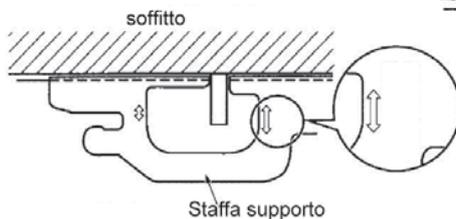

Fig. 6
- d. Regolare la staffa di supporto che si trova in posizione con frecce. (Fare riferimento alla Fig. 6)